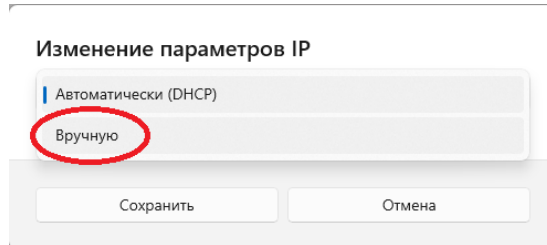

Рис. 1.5 Окно «Изменение параметров IP»
- В появившемся окне выбрать «Вручную» (рис. 1.5).